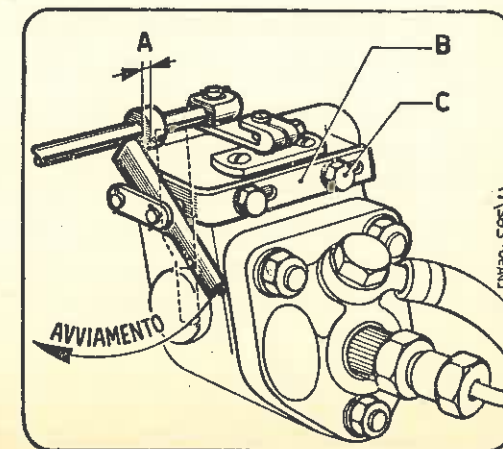

Fig. 8 - LEVETTA SUPPLEMENTO COMBUSTIBILE
SUPPLEMENTO COMBUSTIBILE. — E' una levetta oscillante impernata accanto all'asta di regolazione della pompa; serve ad aumentare la portata della pompa iniezione per facilitare l'avviamento. In posizione orizzontale (marcia) la levetta limita la corsa dell'asta; sollevando la levetta verticalmente (avviamento) viene consentita la corsa completa. A motore avviato i primi spostamenti dell'asta di regolazione consentono alla levetta di oscillare e di rimettersi in posizione di marcia tramite una molla di ritorno. (Fig. 8 a pag. 13).
1) Dare il supplemento combustibile abbassando la levetta 18) nella posizione di **avviamento** (come indicato nella fig. 8).
2) Dare il supplemento combustibile abbassando la levetta nella posizione di **avviamento** (come indicato nella Fig. 8).
Se l'accoppiamento è corretto, il motore, marciando al suo regime normale ed a pieno carico, dovrà avere uno scarico praticamente incolore; inoltre l'anello di riscontro dell'asta comando pompa iniezione dovrà presentare un certo gioco A) rispetto alla levetta supplemento combustibile. (Fig. 8).
La fine pompata viene registrata facendo scorrere il supportino B) fissato con il bullone C) (Fig. 8). Questa regolazione viene effettuata in Fabbrica in modo che il motore possa fornire la potenza massima contrattuale.